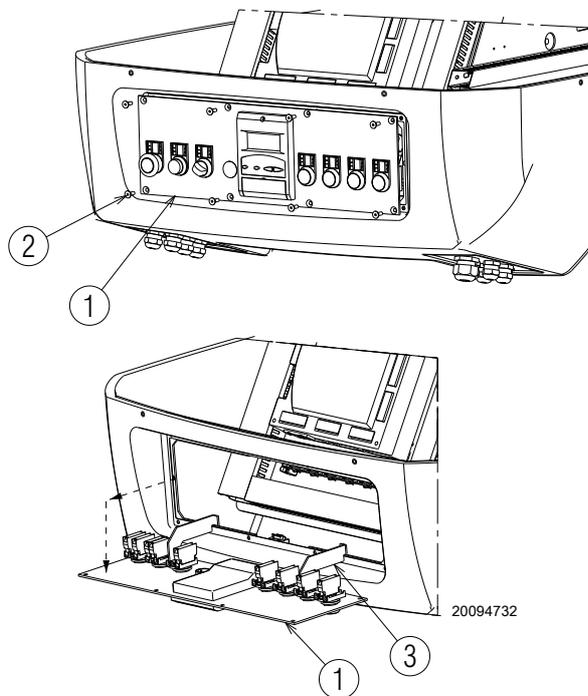

图 35
- ▶ 抽出控制面板 1 ) ，向下 90° 翻转，用支架 3 ) 将其钩挂在电气面板的侧面，如图 35 所示；